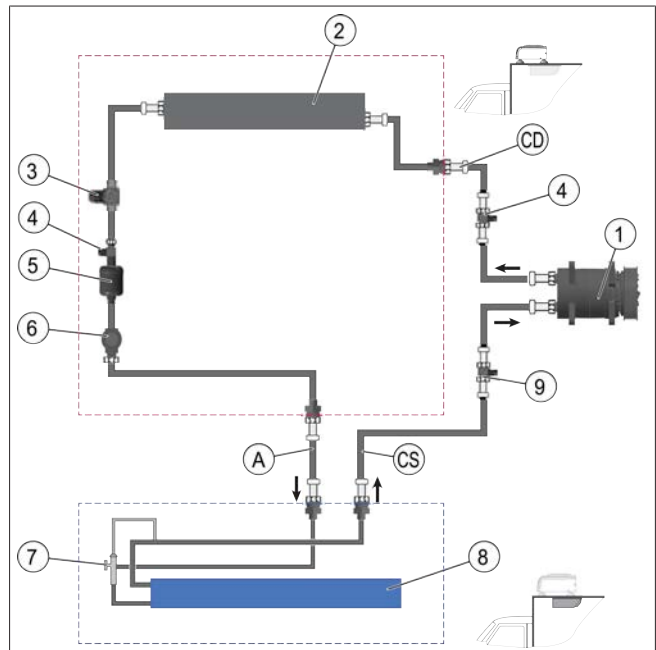
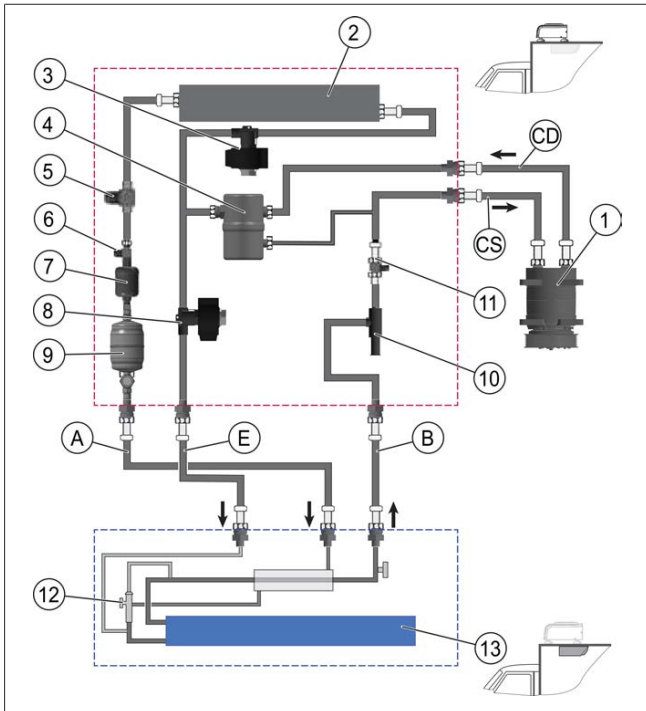

Fig. 13 Diagramme Frigo Top 24 RT-D R134a
Fig. 14 Diagramme Frigo Top 24 RT-DG R452A
1. Installez les flexibles conformément à la Fig. 13 ou la Fig. 14.